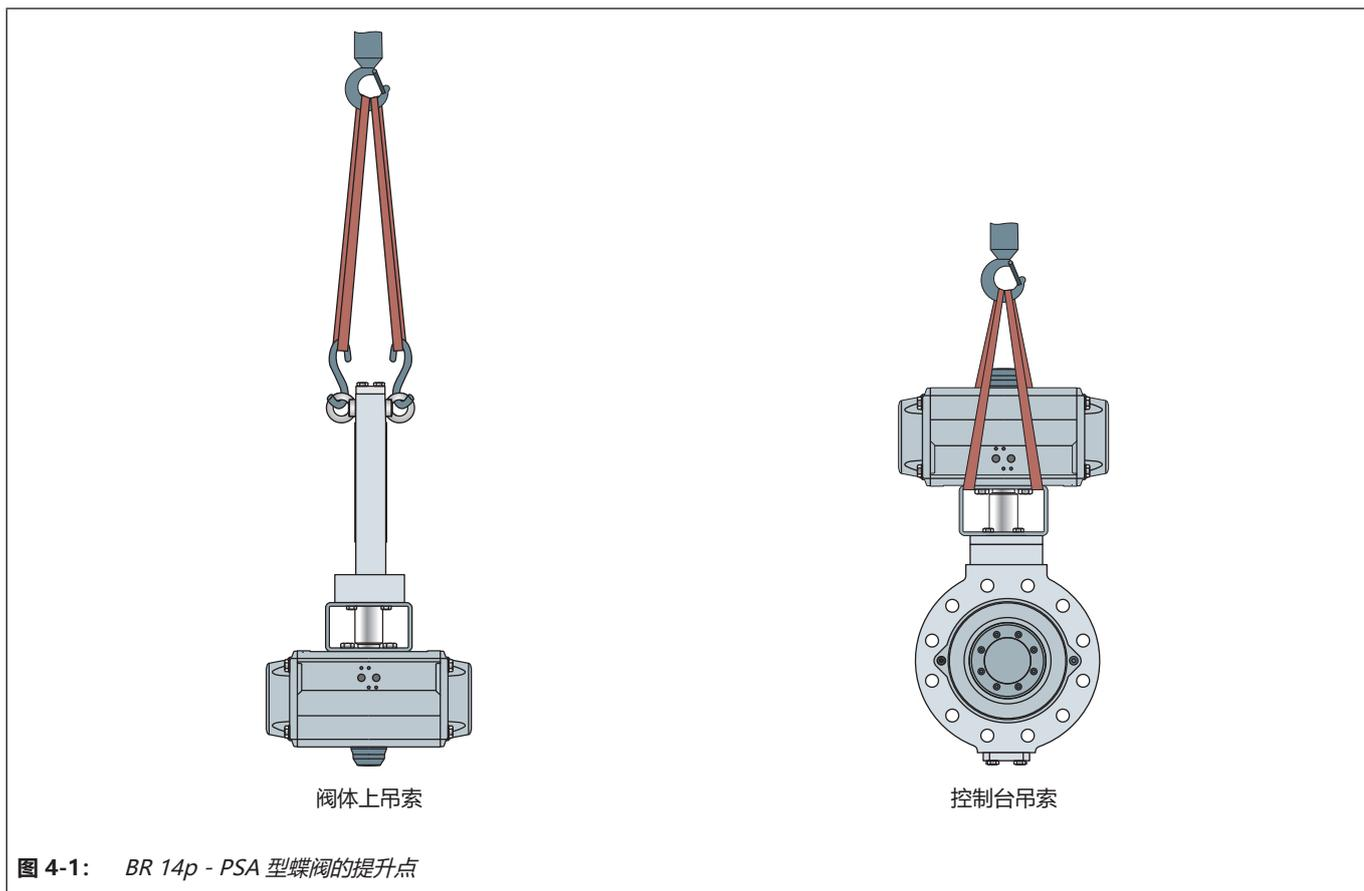

图 4-1: BR 14p - PSA 型蝶阀的提升点
- ⇒ 使用带有安全夹的挂钩作为悬吊元件，以防吊索在提升和运输期间滑离挂钩，请参见图 4-1。
- ⇒ 将吊索扣紧到起重机或叉车的每个悬吊元件 (例如，挂钩)，请参见图 4-1。在执行此操作时，请检查承载量和吊索长度，以确保安全。
- ⇒ 将吊索扣紧到起重机或叉车的托架和悬吊元件 (例如, 挂钩), 请参见图 4-1。在执行此操作时, 请检查承载量和吊索长度, 以确保安全。